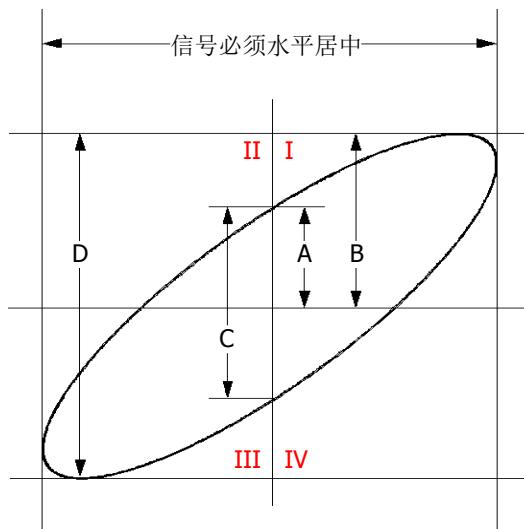

图 3-2 相位差的测量原理图
5. 观察上图的测量结果，并根据相位差测量原理图（图 3-2）可得 **A/B(C/D)=1**，即两个通道输入信号的相差角为  $\theta=\pm\arcsin 1=90^\circ$ 。